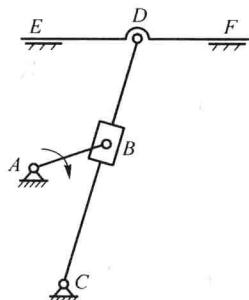
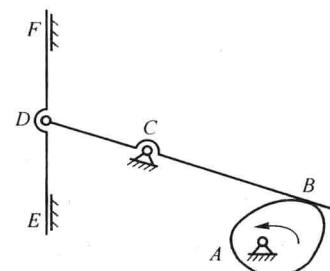

图 2-4
图 2-5
【2-8】 (上海交通大学2004年考研试题)如图2-4和图2-5所示机构。(1)计算自由度;(2)判断各图示机构是否具有确定运动(原动件的运动方向如图所示);(3)若不具有确定运动,在不变原动件的条件下,将简图作简单改变(只改一个运动副或增减一个构件)使其具有确定运动。
(1)图2-4所示机构,活动构件数4个,即 $n=4$;有高副0个,即 $p_4=0$;低副6个,即 $p_5=6$ 。代入平面机构自由度计算公式 $F=3n-2p_5-p_4$,可得:
(2)图2-5所示机构,活动构件数3个,即 $n=3$;有高副1个,即 $p_4=1$;低副4个,即 $p_5=4$ 。